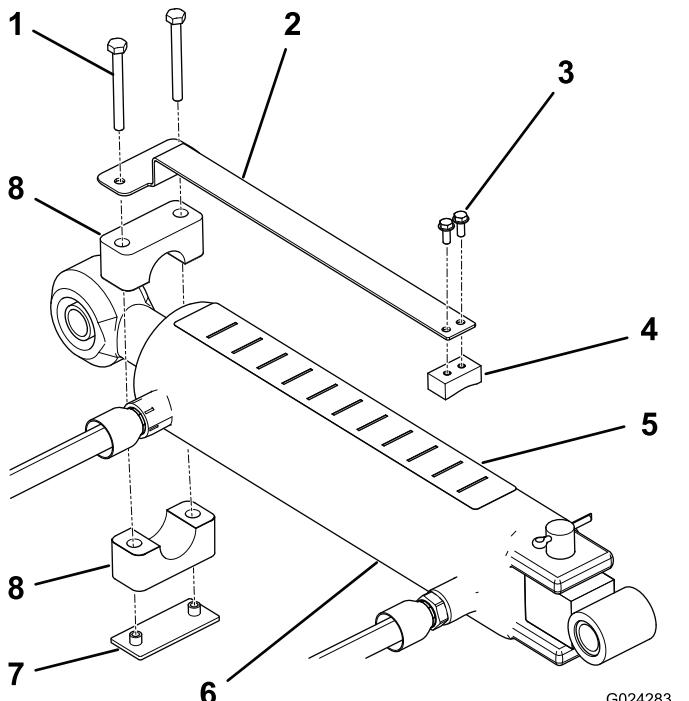

Bild 8
- Montieren Sie das Tiefenmessgerät mit zwei Metallgewindeschrauben (Nr. 10 x 1/2") an der flachen Seite des Schiebeblocks; positionieren Sie die Teile, wie in Bild 8 abgebildet.
2. Befestigen Sie das Tiefenmessgerät mit der Schlauchklemme, der Schweißplatte und zwei Schrauben ($\frac{1}{4}$ " x $2\frac{1}{2}$ ") lose am Stangenende des Oberlenkerzylinders (Bild 8). Stellen Sie sicher, dass die Klemmen so lose sind, dass die in die gewünschte Stellung gedreht werden können.
4. Bringen Sie den Tiefenaufkleber oben am Zylinder an einer Stelle an, die von der Bedienerposition aus sichtbar ist, und die keine Hydraulikschläuche oder andere Hindernisse behindert (Bild 8). Das Ende des Aufklebers mit dem Buchstaben „J“ muss zum Aerifizierer zeigen.